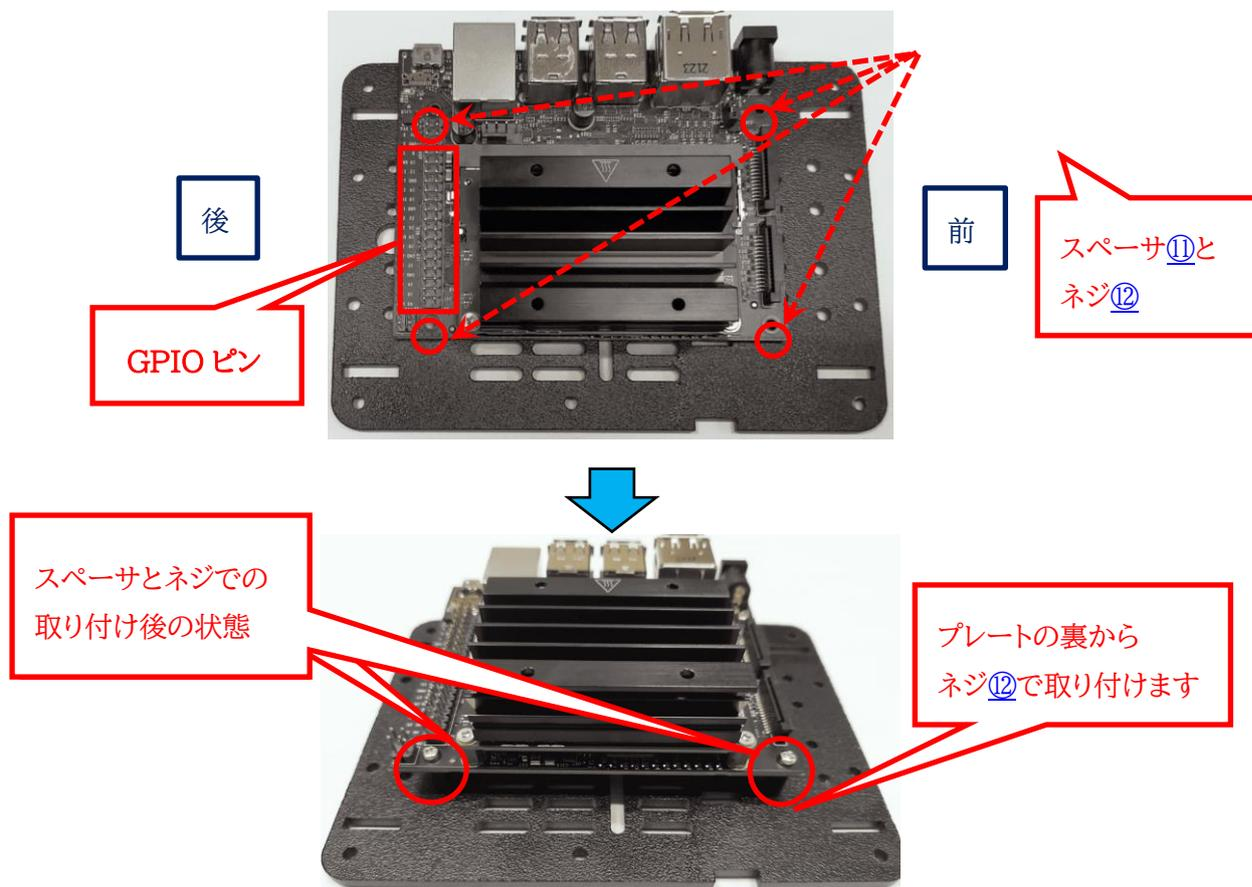

図 2-12 Jetson Nano の取り付け
Jetson Nano の取り付けには、スペーサー⑪とネジ⑫を使用します。Jetson Nano の GPIO ピンが後方側になるように、図 2-12 のように向きに注意してプレートに取り付けます。